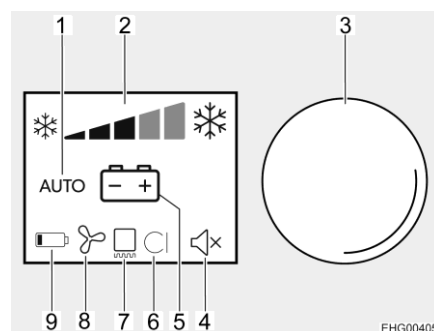

Bild 148 Display
Detta kylskåp är ett så kallat absorbatorkylskåp med separat frysfack. Driftlägen och inställningar visas på en display (Bild 148) mellan kylskåpet och frysfacket.
När kylskåpet sätts på väljs automatiskt en termostatinställning i mittläge. Denna inställning kan ändras manuellt med manöverknappen (Bild 148,3). Staplarna (Bild 148,2) anger den valda termostatinställningen. Det tar alltid några timmar innan man har en normal drifttemperatur i kylskåpet. Om en omkoppling sker till ett andra driftläge förändras termostatinställningen inte. Kyltemperaturen bibehålls oberoende av den valda energikällan.
Vid höga utetemperaturer och hög luftfuktighet kan det bildas vattendroppar på metallramen. Därför har kylskåpet ramvärme för frysfacket. Slå på ramvärmaren vid höga temperaturer och hög luftfuktighet. Detta förhindrar korrosion. När ramvärmaren är på lyser symbolen för ramvärmaren (Bild 148,7).
- Vrid manöverknappen (Bild 148,3) tills bottenlinjen (inställningsmenyn) är aktiv.
- Tryck in manöverknappen (Bild 148,3) cirka 2 sekunder. Kylskåpet slås på med de senast valda inställningarna.
- Tryck in manöverknappen (Bild 148,3) cirka 4 sekunder. Kylskåpet slår från, inga indikatorer lyser längre.